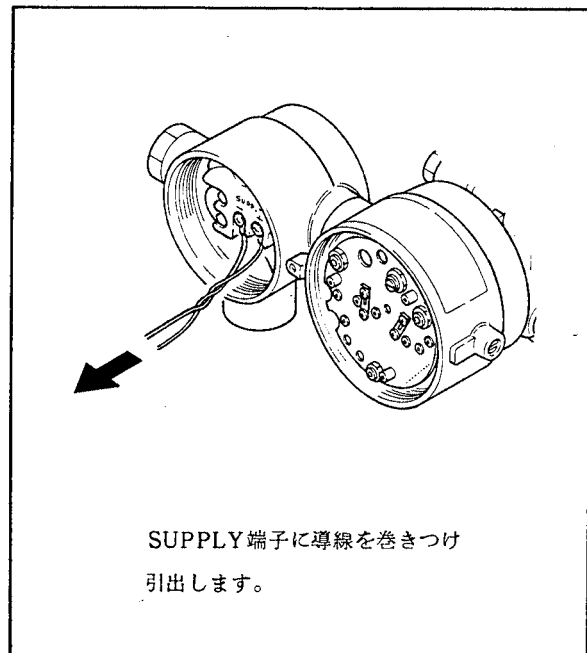

図6.8 ターミナルアセンブリの取りはずし
- (1) 電源を切ります。
- (2) 端子箱カバーおよび変換増幅部カバーを取りはずします。
- (3) 内蔵指示計が付加している場合は、6.5.1項を参照して取りはずします。
- (4) アンプユニットの出力端子ねじをゆるめ、リード線ははずしません。ターミナルアセンブリの取りはずしおよび取付けを容易にするため、リード線の圧着端子はまっすぐにします。また、アンプユニットは6.5.2項を参照して取りはずします。
- (5) 端子箱内の各端子のねじをゆるめ、配線ははずしません。
- (6) 3本のターミナルアセンブリ取付ねじおよび接地端子を取りはずします。
- (7) ターミナルアセンブリを手で取りはずします。取りはずしにくい場合は、SUPPLY端子(+および-)に導線を巻きつけ、導線で引出してください(図6.8参照)。ターミナルアセンブリと端子箱は防水シールをしているため、しっかりした寸法で組み込まれているので、取りはずしにくい場合があります。
- (8) ターミナルアセンブリを取付ける場合は、まずリード線を通し、ターミナルアセンブリを所定の位置に納め、接地端子および取付ねじで固定します。
- (9) 電源等の配線を行ないます。
- (10) 6.5.2項を参照してアンプユニットを取付けます。リード線の圧着端子は、カバーを取付けた時にあたらないよう折り曲げてください。
- (11) 内蔵指示計を付加する場合はは6.5.1項を参照して取付け、最後にカバーを取付けます。